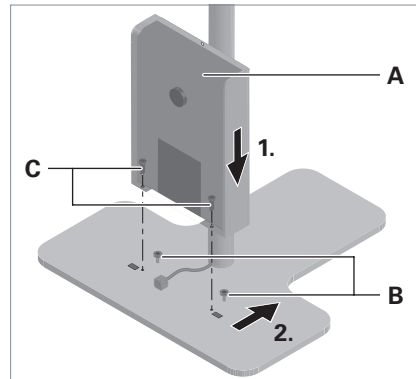

Fig. 2: Monter l'unité d'alimentation.
- Placez l'unité d'alimentation **A** sur les vis **B** prémontées sur le pied du luminaire, voir Fig. 2.
- Insérez l'unité d'alimentation jusqu'à la butée en direction du bras vertical, voir Fig. 2.
- Fixez l'unité d'alimentation sur le pied du luminaire avec les vis livrées **C**, voir Fig. 2.